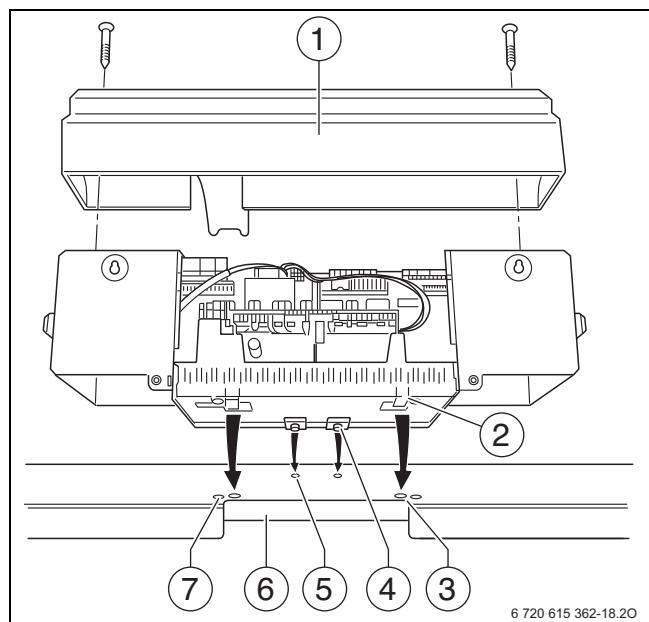
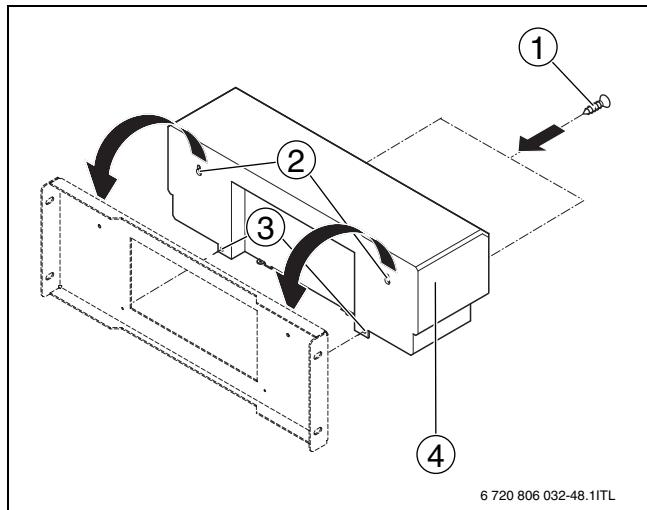

Рис. 22 Монтаж системы управления на котлах 120 - 820 кВт
Рис. 23 Монтаж системы управления на котлах 1040 - 1850 кВт
На рис. 22 система управления (без задней стенки) и кронштейн [1] показаны сзади.
На рис. 23, стр. 24 изображен вид сзади системы управления.
- ▶ Отверните два винта [1] на крышке. Снимите крышку [2] вверх ( $\rightarrow$  рис. 22).
- ▶ Выньте две заглушки ( $\rightarrow$  рис. 23, [2]) из системы управления.
- ▶ Установите систему управления ( $\rightarrow$  рис. 23, [4]) на цапфы кронштейна на стороне котла.
- ▶ Установите крышку на систему управления (→ рис. 22 и рис. 23, стр. 24).
- ▶ Закрепите крышку винтами (рис. 22, стр. 23 и рис. 23, стр. 24).